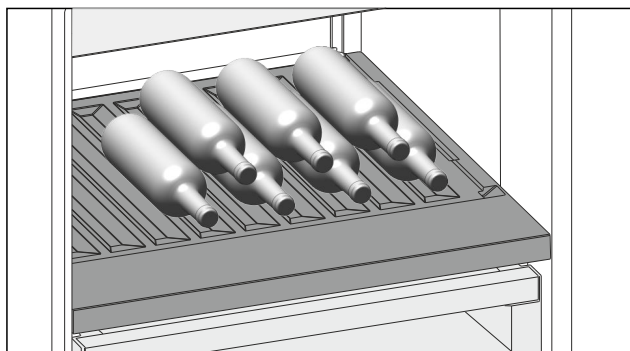

Fig. 185 Shembull ilustrues
- Shtirni shishe me fundin të drejtuar në faqen e pasme të frigoriferit. (shihni Fig. 185)